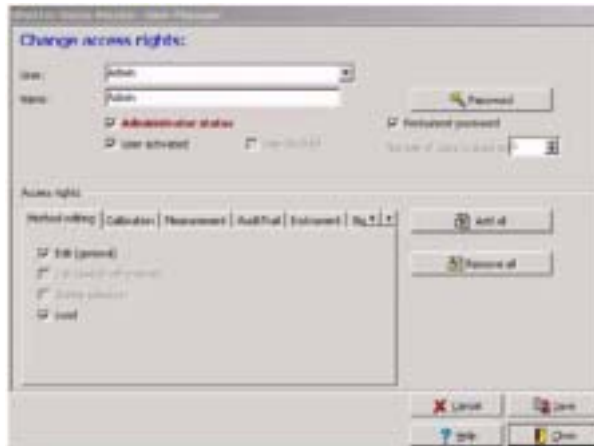

图71 User Manager（用户管理员）窗口——Change Access Rights（更改访问权限）
3. 在**Change Access Rights**（更改访问权限）处选择所需的用户数据并进行更改（图71）